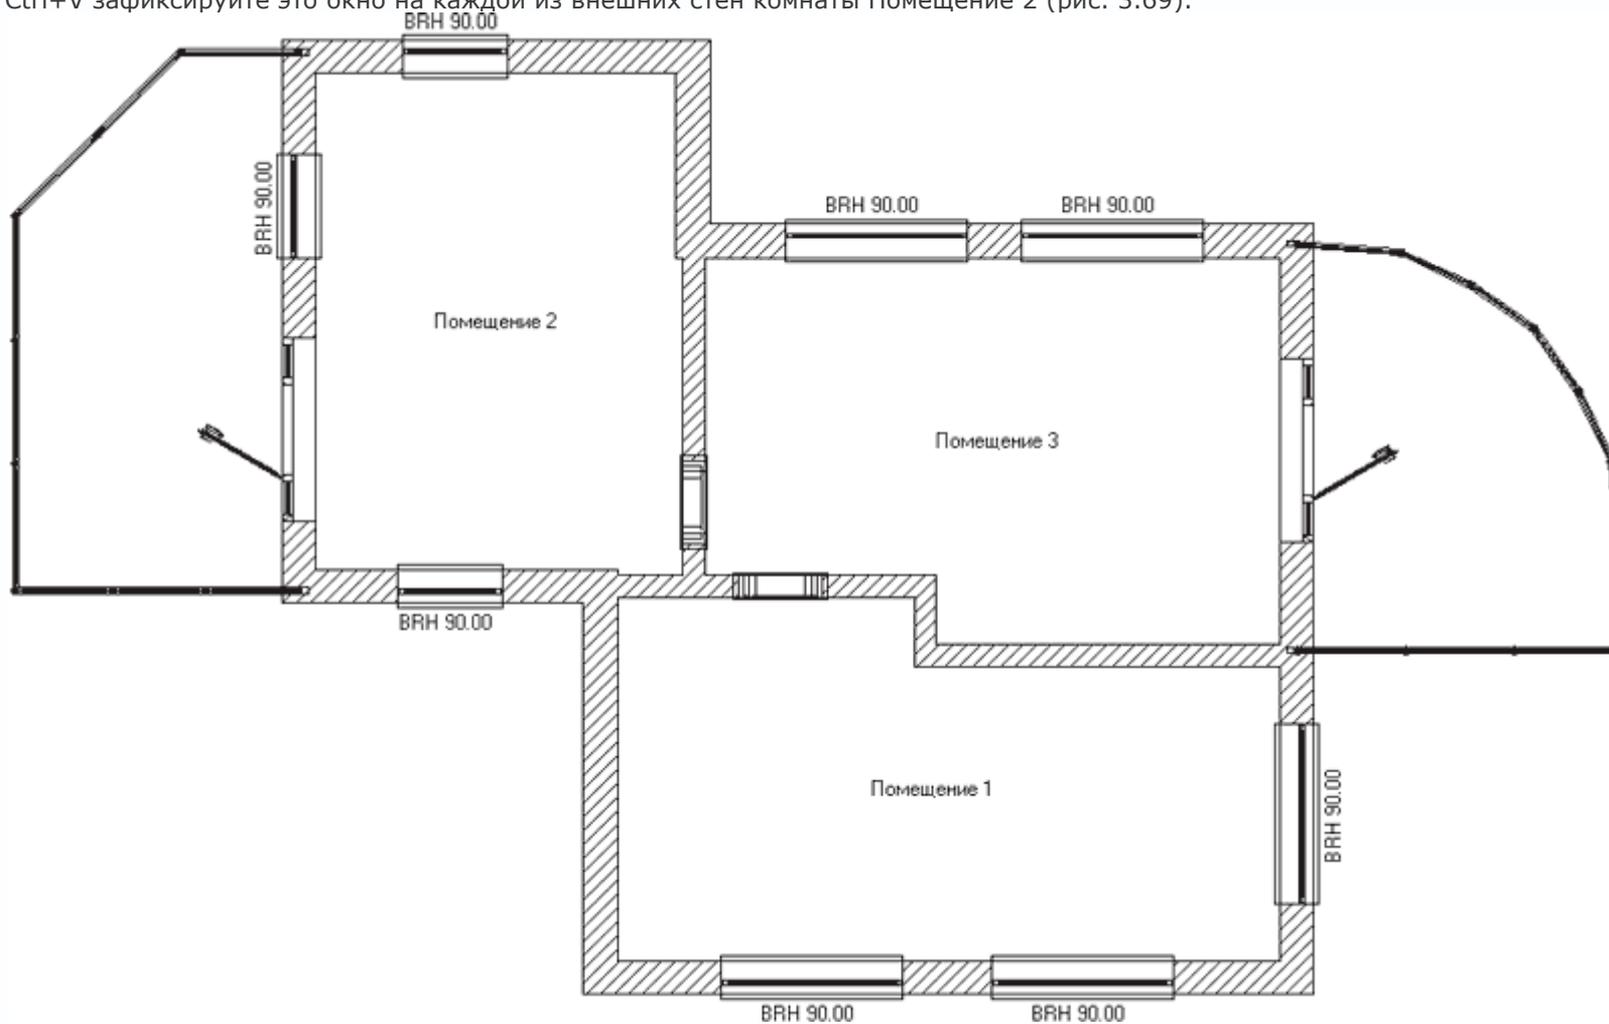

Рис. 3.69. План второго этажа проектируемого здания (нижний этаж скрыт)
3. Подобным образом скопируйте на второй этаж арочное окно (то, что поменьше). После нажатия сочетания клавиш Ctrl+V зафиксируйте это окно на каждой из внешних стен комнаты Помещение 2 (рис. 3.69).